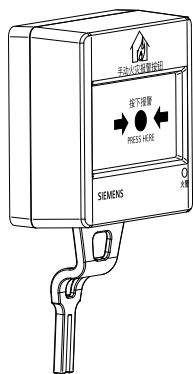

图 3
1. 用钥匙将前面板和后壳分开（见图 3，钥匙在产品包装内）。将钥匙保存在安全的地方。
1. 用钥匙将前面板和后壳分开（见图 3）。